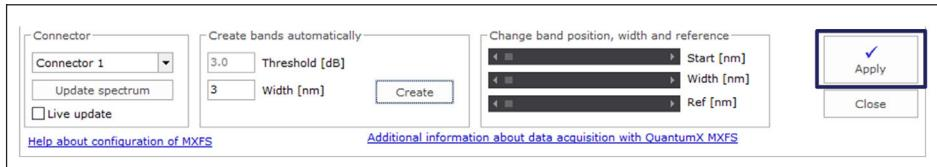

图4.12 在设备上应用定义
► 点击 Apply (应用)，将更改内容传输到设备上 (图4.12)。